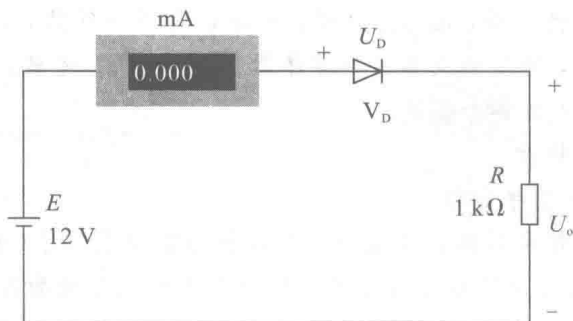

图 1.1.11 二极管单向导电性测试
测试电路如图1.1.11所示，其中二极管 V_D 为1N4007，电阻 R 为 $1\text{ k}\Omega$ 。
- (1) 按图1.1.11所示在面包板上或在仿真软件(Multisim、Proteus)中正确搭建电路。
- (2) 在输入端接入12V直流电压，即此时二极管两端所加的电压为正向电压，测量输出电压和电流的大小，并记录： $U_o = \underline{\hspace{2cm}}\text{ V}$ ， $I = \underline{\hspace{2cm}}\text{ mA}$ ， $U_D = \underline{\hspace{2cm}}\text{ V}$ 。